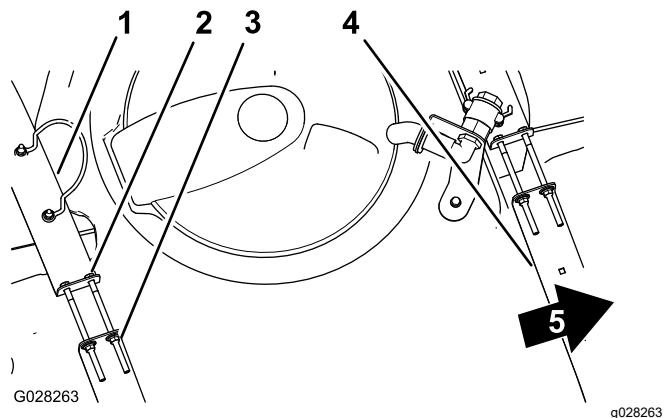

Figure 84
- Assurez-vous qu'il n'y a pas de jeu entre les sangles de la cuve et la cuve (Figure 84).
- Si les sangles de la cuve ne sont pas assez serrées, resserrez les contre-écrous à embase et les boulons en haut des sangles jusqu'à ce que ces dernières soient parfaitement en appui sur la surface de la cuve (Figure 84).